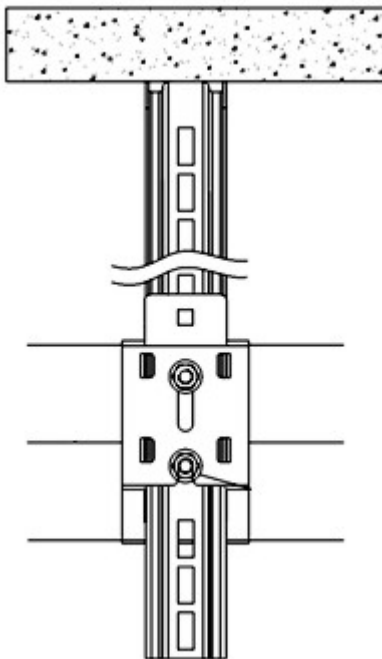

Figure 24
- Introduire les angles de fixation de 450 mm dans leurs supports préalablement installés. (Figure 24)